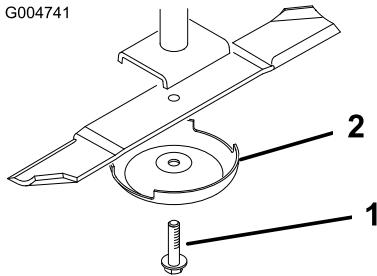

Figura 91
- Sujete el extremo de la cuchilla usando un paño o un guante grueso. Retire del eje de la cuchilla el perno de la cuchilla, el protector de césped y la cuchilla (Figura 91).